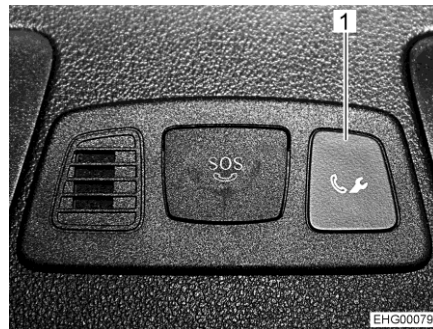
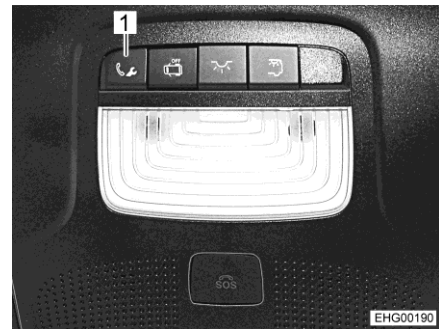

Fig. 13 Tecla para llamada en caso de avería (consola central)
Fig. 14 Tecla para llamada en caso de avería (consola del techo)
- Pulsar la tecla (Fig. 13,1 o bien Fig. 14,1) para llamada en caso de avería. Se inicia la llamada al centro de asistencia al cliente de Mercedes-Benz.